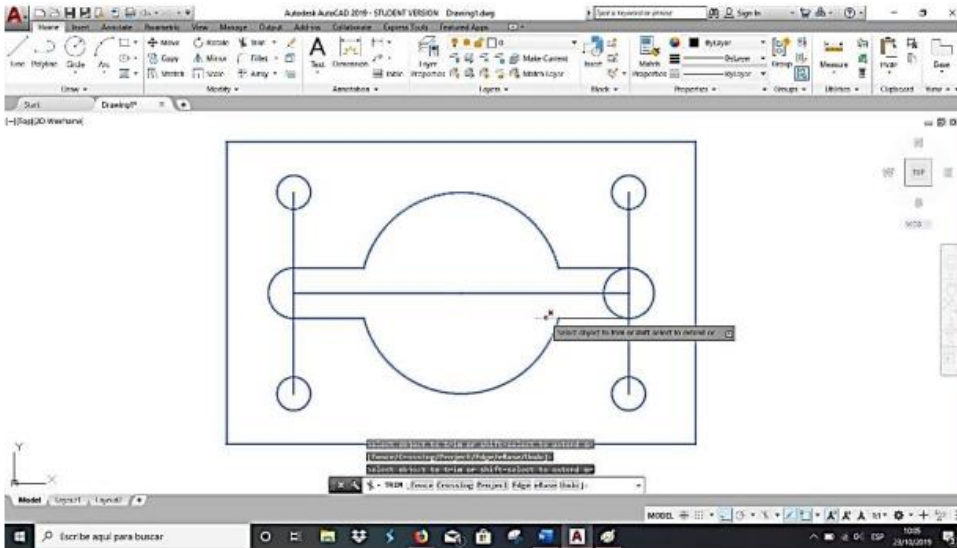

Figura 5.6. Trim funcionamiento.
Paso 11: Ejecute el comando Trim: digite TR DIGITE ALL y Enter. (Seleccione los excesos de líneas en la figura como se muestra en la figura 5.6: